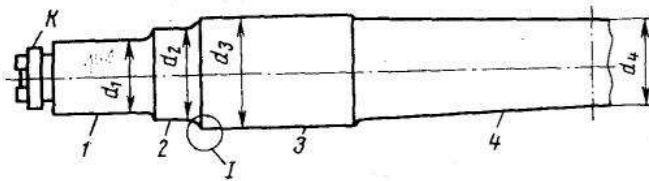

Рисунок 1 Ось колесной пары
- 2) По внешним признакам дайте определение конструкции оси колесной пары (рисунок 1)?